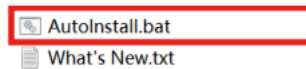

图3.3 需要运行的批处理
3、根据上图红框内的提示, 在安装路径下找到bat安装文件, 如图3.3, 双击运行Autolnsta.bat文件, 安装驱动、环境平台等。